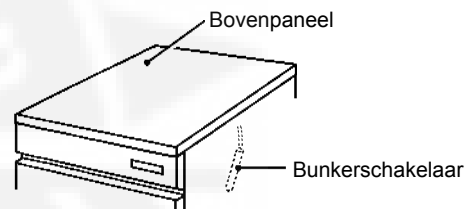

Fig. 2
- 5) Verwijder de tape waarmee de bunkerschakelaar is vastgezet door de bunkerdeur te openen en naar binnen te reiken (zie fig. 2).